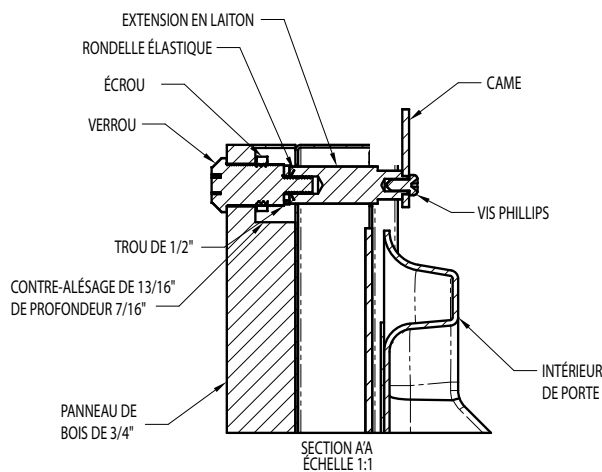

Figure 23
Deux (2) extensions de verrouillage sont fournies avec le verrou. Utilisez l'extension la plus longue pour un panneau de revêtement d'épaisseur  $\frac{3}{4}$  po et la plus courte pour un panneau d'épaisseur  $\frac{5}{8}$  po. Assemblez l'extension de verrouillage, une rondelle d'arrêt de came, une rondelle élastique et une vis de fixation sur le verrou comme montré aux Figures 23 et 24.